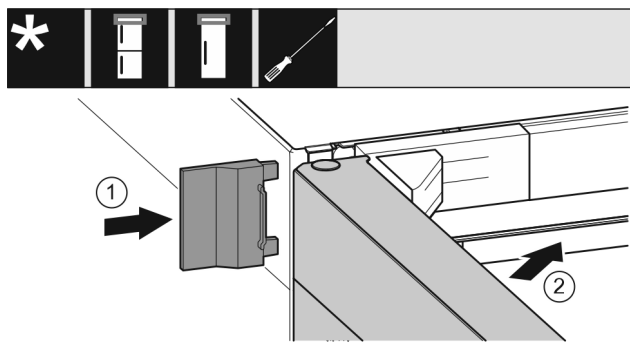

Fig. 66
- Uzbīdīdēt ārējo pārsegu Fig. 66 (1).
- Aizveriet augšējās durvis Fig. 66 (2).